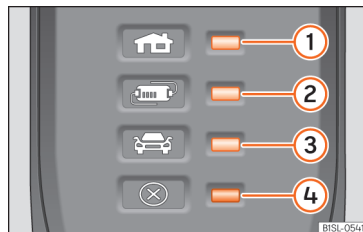

Abb. 65 Am Ladekabel für Netzsteckdosen: Kontrollleuchte in der Schutzeinrichtung.
»» (Abb. 65):
Durch die elektronische Schutzeinrichtung »» (Abb. 65) ist der Ladestecker so lange stromlos, bis er in die Ladedose des Fahrzeugs eingesteckt wird.
»» (Abb. 65) ①, ② oder ③ leuchten grün.
Hinweis »» (Abb. 65)	Bedeutung
①, ④ blinken	Der Hausstecker hat sich stark erhitzt.
②, ④ blinken	Die Schutzeinrichtung hat sich stark erhitzt.
Wenn der Ladevorgang mit einem geringeren Ladestrom fortgesetzt wird, blinkt abgelesen von der Betriebsanzeige die Warnleuchte »» (Abb. 65) ④ rot.
- Sollte es wieder zu einer Abschaltung oder Verringerung des Ladestroms kommen und die Ursache hierfür nicht mit einer externen Wärmequelle in Verbindung stehen, ist darauf zu achten, welche grüne Kontrollleuchte blinkt »» (Abb. 65). Zur Überprüfung des Ladeka-
Wenn die rote Warnleuchte ④ blinkt oder leuchtet, ohne dass gleichzeitig eine der Kontrollleuchten »» (Abb. 65) ①, ② oder ③ die Betriebsanzeige dauerhaft leuchtet, liegt eine Störung vor.